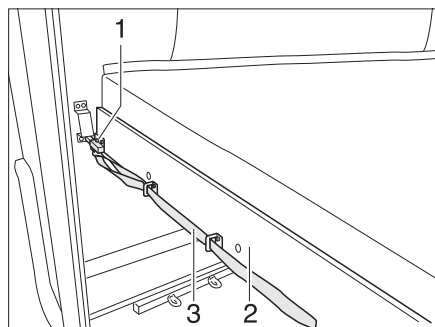

Bild 139 Etagenbett (Heck)
- An der Schlaufe (Bild 139,3) ziehen und den Riegel (Bild 139,1) lösen.
- Den Lattenrost (Bild 139,2) mit der Matratze nach vorn ziehen, bis er einrastet.